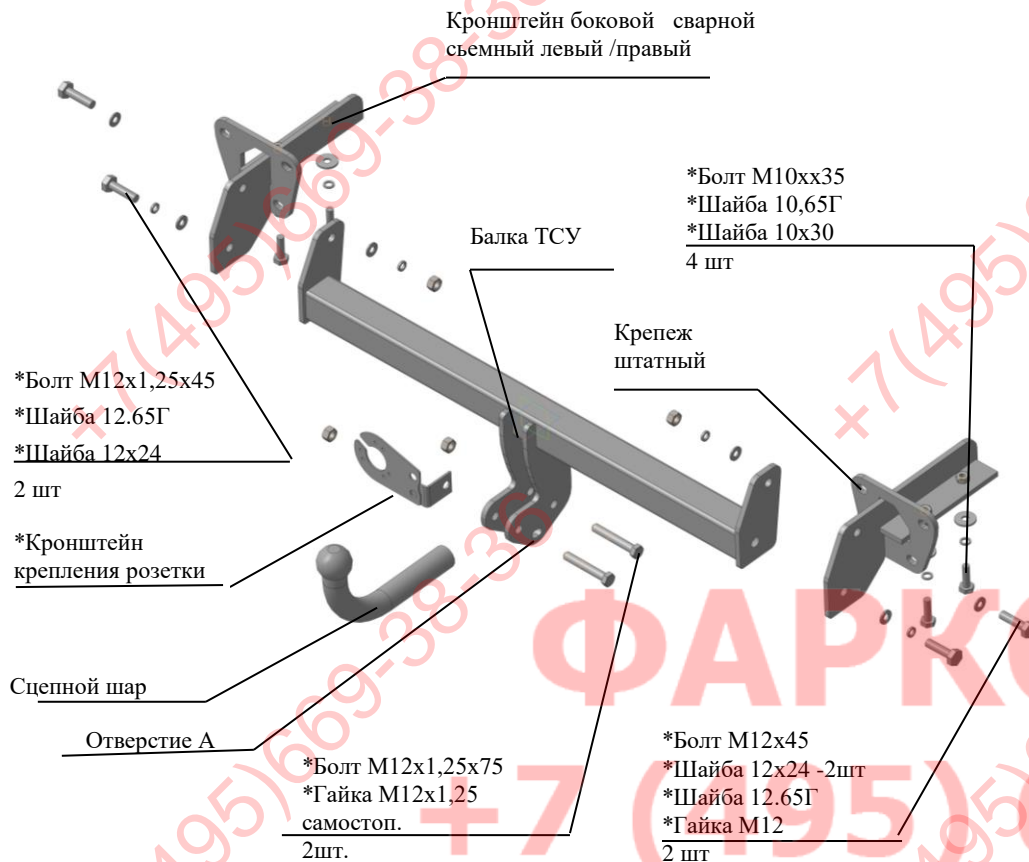

Рис.1 Тягово-сцепное устройство 8520 .
2.1 ТСУ 8520. в сборе (рис.1)	1 шт.
2.2 Пакет с комплектующими (см. рис.1) Защитный колпак	1 шт. 1 шт.
4.2 Установить боковые сварные съемные кронштейны в лонжероны а/м (левый и правый соответственно рис.1), закрепить болтами М10х35, подложив под головки болтов шайбы 10.65Г и шайбы 10х30, а к фартуку а/м закрепить штатным крепежом (см.рис.1). Крепеж не затягивать.